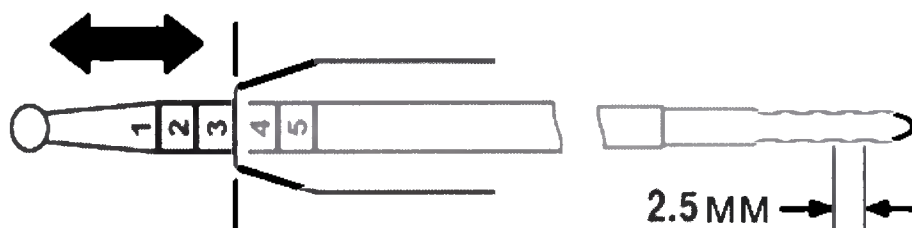

Рис. 5 – Уровни фиксации (Elite)
5. Режущие аксессуары Elite могут быть установлены в насадку на пяти уровнях фиксации (Рис. 5). Протолкните или вытяните режущий аксессуар на желаемый уровень фиксации. При выравнивании с наконечником насадки, отметки на стержне режущего аксессуара указывают на уровень фиксации: